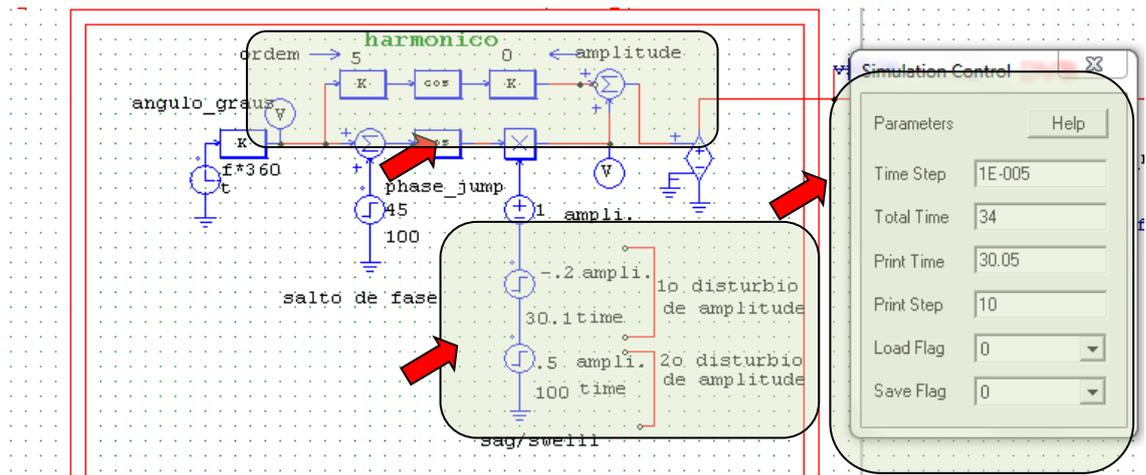

Figura 5: ajuste do afundamento de -0.2 pu ocorrendo em 30.1 s e permanecendo durante todo o tempo de simulação de 34s.
- 4.4.4 Apenas para entender como foi gerado o sinal da rede apresenta-se na figura 5 o ajuste dos parâmetros: